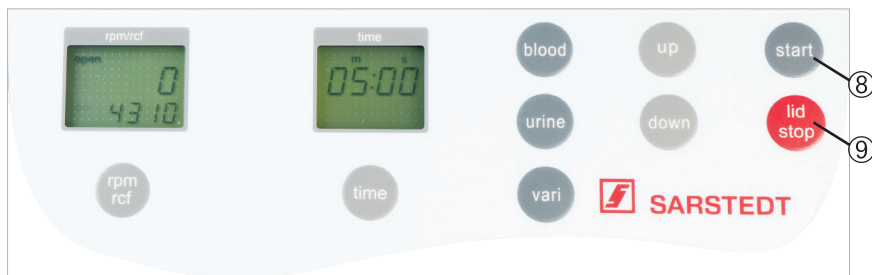

Figura 16
El ciclo se puede interrumpir con la tecla "lid/stop" (9) (ver figura 16). Tras pulsar la tecla, la centrifuga se frenará hasta que se pare.